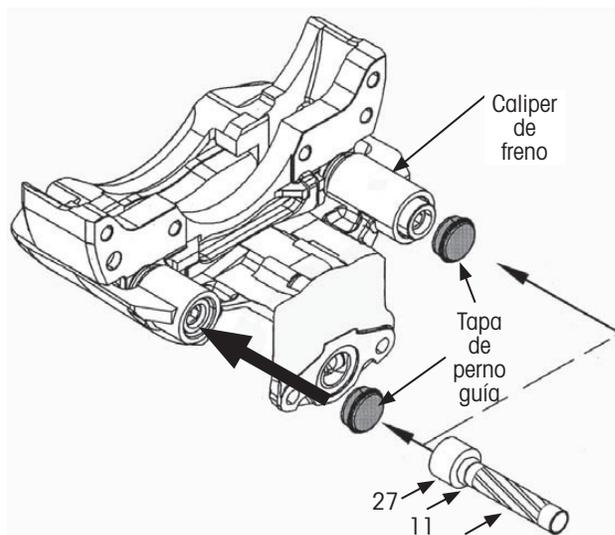

Figura 69: Instalación de tapa de perno guía
8. **Inserte** dos nuevas tapas de perno guía en los orificios del caliper de freno (Figura 69).
9. Ensamble y utilice las herramientas 10, 11 y 27 (Apéndice B) para **presionar** la tapa del perno guía hasta la posición de alto (Figura 69 y Figura 70).